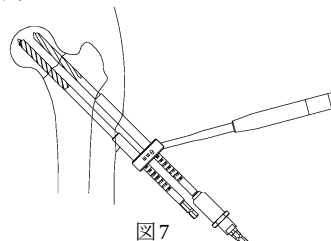

図 7
- 7) 近位は、ガイドピンを刺入せず、ソリッドドリルにてダイレクトにドリリングも可能です。(図 7)